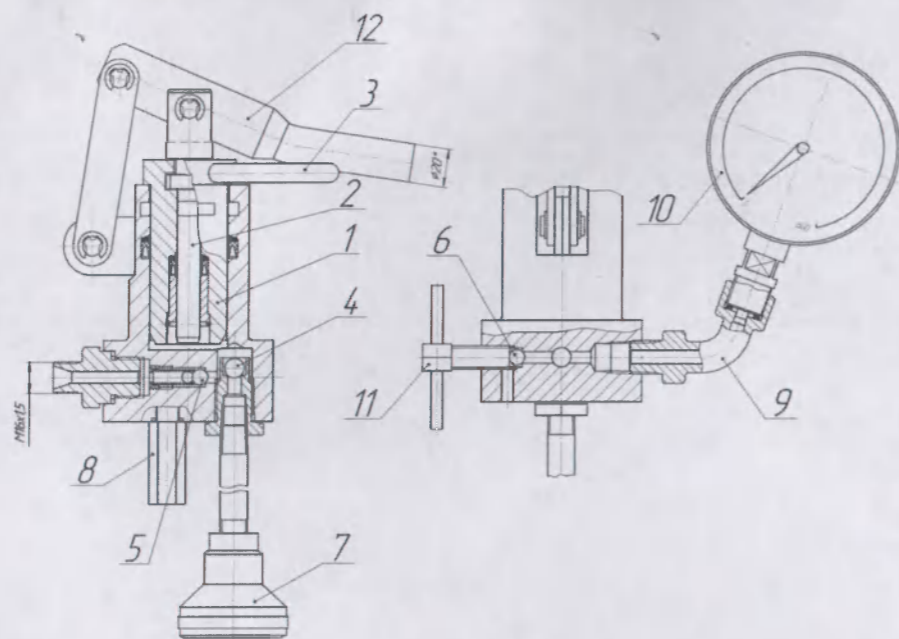

Рис.2
Насос гидроблока (Рис.2) 2-х плунжерный, плунжер 1 - низкого давления, плунжер 2 - высокого давления, причём плунжер высокого давления расположен внутри плунжера низкого давления. Плунжеры между собой могут фиксироваться, в свою очередь плунжер низкого давления может фиксироваться в корпусе насоса. Это обеспечивается наличием соответствующих пазов и выступов. При работе насоса на низкой ступени (давление до 40 кгс/см2) оба плунжера сцеплены и перемещаются вместе, при работе насоса на высокой ступени (давление свыше 40 кгс/см2) перемещается только плунжер высокого давления, а плунжер низкого давления зафиксирован в корпусе. Переключение с низкой ступени на высокую и наоборот производится только в нижнем положении плунжера низкого давления путём поворота рукоятки 3 на 90°. Внутри насоса имеются всасывающий клапан 4, нагнетательный клапан 5 и клапан сброса давления 6. Всасывание рабочей жидкости происходит через фильтр 7. Для ограничения давления, создаваемого насосом, имеется предохранительный клапан 8, настроенный на давление 500 кгс/см2. Корпус насоса имеет штуцер 9, на который установлен манометр 10.
5.1.3. Установить манометр, предварительно вложив в штуцер 9 (см. Рис.2) медную прокладку.